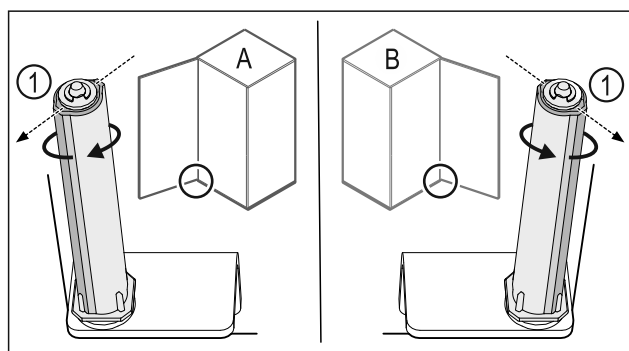

Fig. 36 Lewy ogranicznik (A) / prawy ogranicznik (B)
- ▶ Przekręcić system blokujący w kierunku przeciwnym do oporu, aż pręt systemu blokującego Fig. 36 (1) będzie skierowany na zewnątrz.